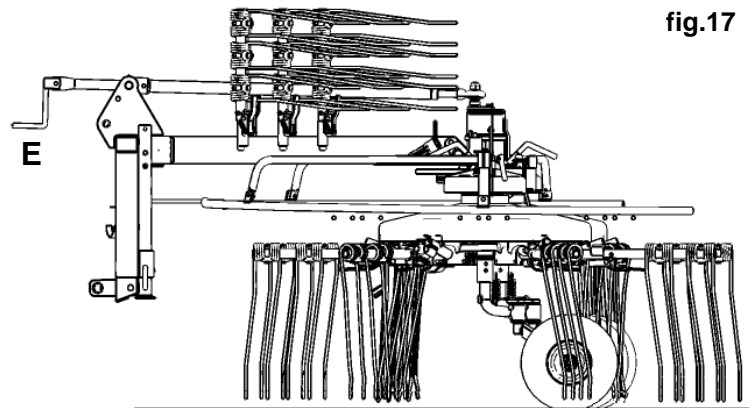

fig.17
8. **Fig.17** - Agendo sull'apposita leva di regolazione E, portare i rotori paralleli al terreno. I denti devono sfiorare il terreno. Se è il caso abbassare le ruote ad un'altezza più appropriata.
8. **Fig.17** - By handling the special adjusting lever **E**, to put the rotors parallel to the ground. The tines must touch lightly the ground. If it is necessary to lower the wheels to the height more suitable.